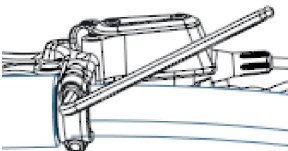

Abbildung 2-4 Montageweise des Bremshebels
- ① Befestigen Sie zunächst den Bremshebel.
- ② Ziehen Sie eine Schraube halb fest und ziehen Sie dann die andere Schraube fest. Ziehen Sie anschließend die erste Schraube fest (wie in Abbildung 2-4 gezeigt).
- ③ ★ Das Anzugsmoment für den Bremshebel beträgt 60 ~ 80 kgf · cm (52 ~ 69 lbf·in).
- ④ Betätigen Sie den Bremshebel, um ihn unter Druck zu halten, und ziehen Sie die Befestigungsschrauben des Bremssattelkörpers fest, während die Bremsbeläge die Bremsscheibe berühren.
- ⑤ Betätigen Sie den Bremshebel mehrmals, um sicherzustellen, dass die Bremse ordnungsgemäß funktioniert und kein Öl austritt.
- ⑥ ★ Das Anzugsmoment für die Adapterbefestigungsschrauben beträgt 70–90 kgf·cm (60,8–78,1 lbf·in).